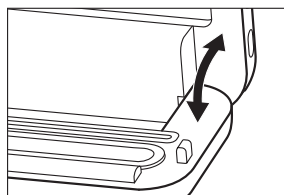
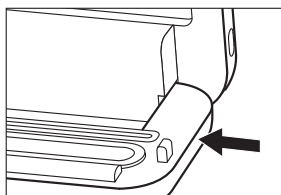

图5
图6
2. 打开上盖至90°，如图5；向左推动下盖，如图6；即可拆除下盖，如图7；